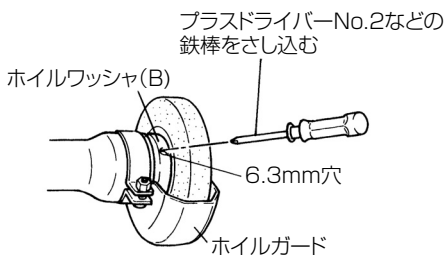

図 3
- (1) ホイルガードが下側になるように本体を安定した台に置きます。
- (2) トイシを手で回して、ホイルワッシャ(B)の6.3mm穴が見えるようにし、図3のようにお手持ちのプラスドライバーNo.2を穴に奥までさし込みます(スピンドルの回り止めをします)。
- (3) 付属のスパナでナットをゆるめておきます。
- (4) M6ナベネジ(2本)をゆるめて、ホイルガードとガードキャップをはずします。
- (5) ナット、ホイルワッシャ(A)、トイシの順にはずします。